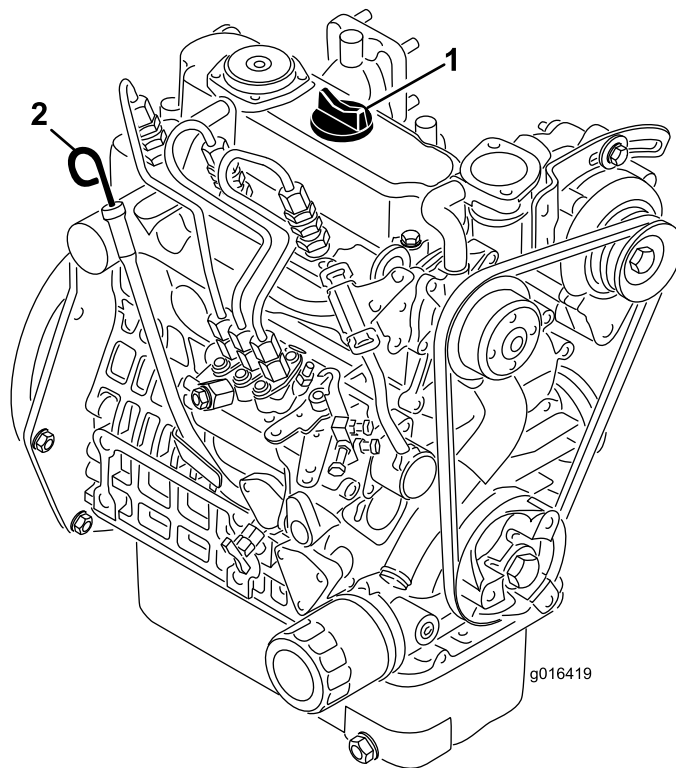

Figura 23
2. Retire a vareta e limpe-a com um pano limpo (Figura 23). Volte a colocar a vareta no tubo e verifique se está completamente introduzida. Retire a vareta do tubo e verifique o nível de óleo. Se o nível de óleo estiver baixo, retire o tampão de enchimento da cobertura da válvula e **lentamente** adicione óleo suficiente para elevar o nível de óleo até à marca Full, existente na vareta. Adicione o óleo lentamente e verifique o nível com alguma frequência durante o procedimento. **Não encha demasiado.**